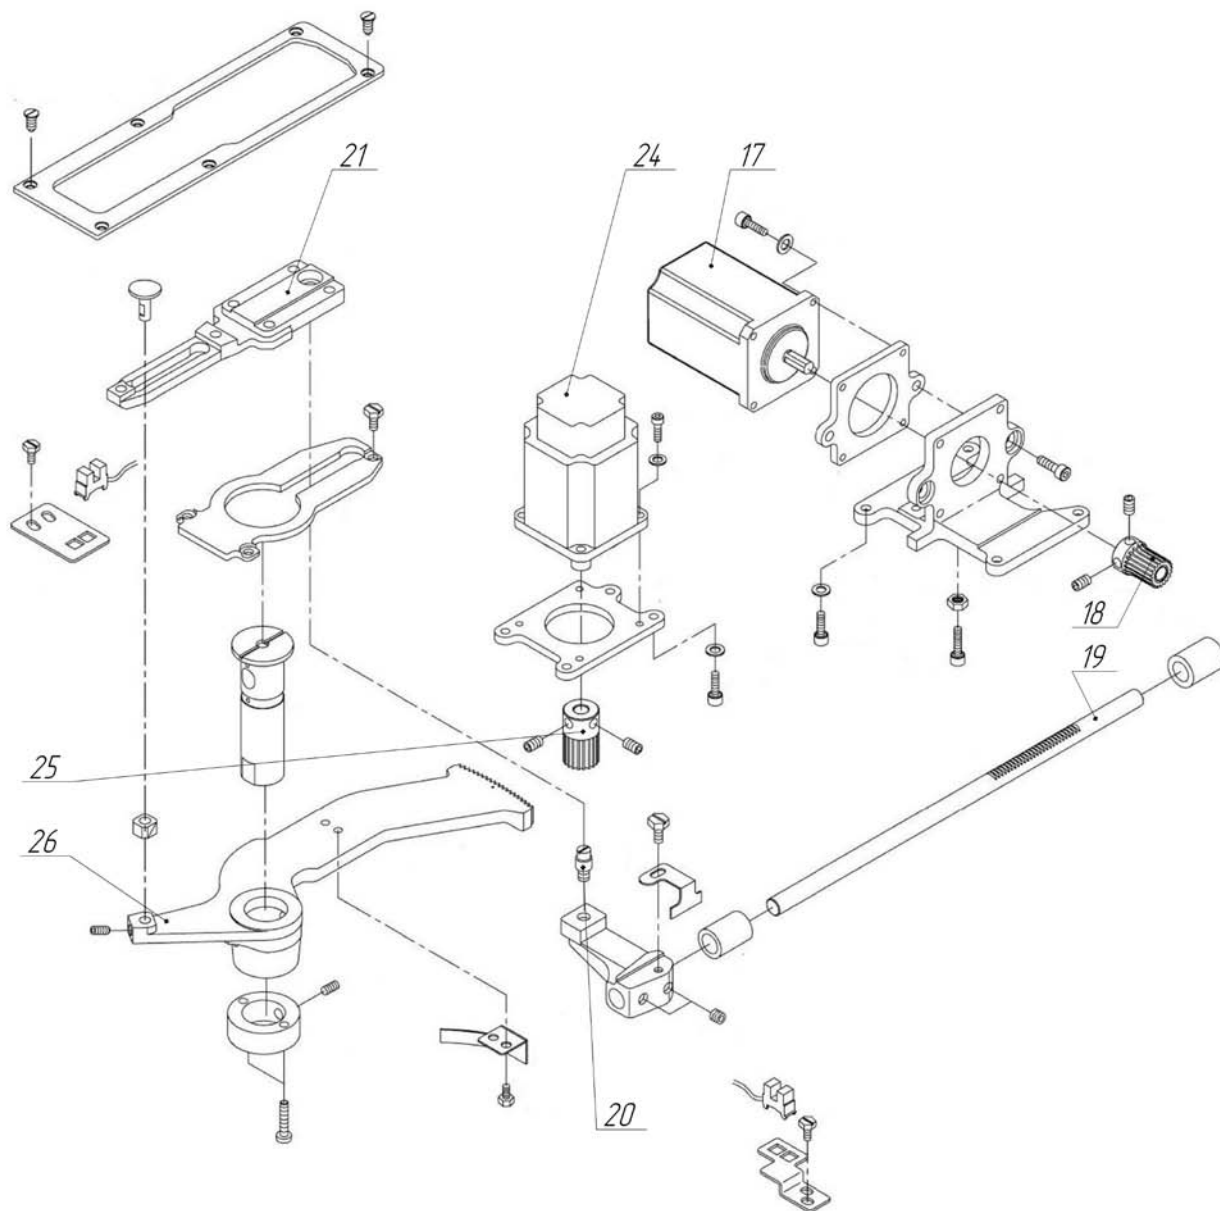

Рисунок 5 – Механизм перемещения материала
**Механизм перемещения материала** (рисунок 5) получает движение от двух шаговых электродвигателей 17 и 24. На валу шагового электродвигателя 17 закреплена шестерня 18, которая входит в зацепление с зубчатой рейкой 19. На зубчатой рейке крепится кронштейн с осью 20, которая связана с кулисой 21, на которой закреплена транспортирующая пластина. При вращении вала шагового электродвигателя 17 материал вместе с транспортирующей пластиной получает продольные перемещения (вдоль рукава полуавтомата).